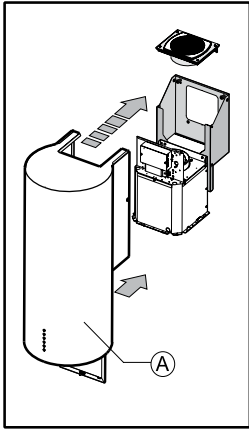
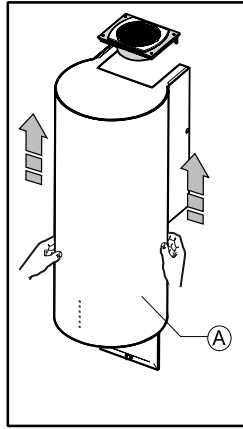

Рис. 16
Рис. 17
9. Установите корпус вытяжки на каркас. Сначала оденьте его на короб мотора (см. рис. 16), а затем поднимите вверх (см. рис. 17).